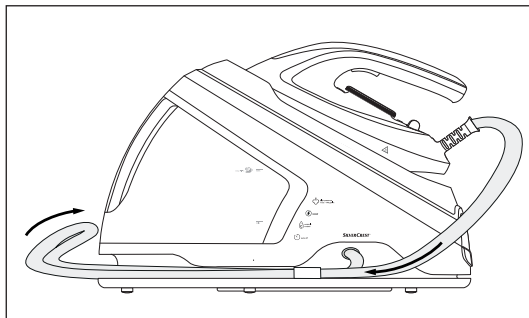
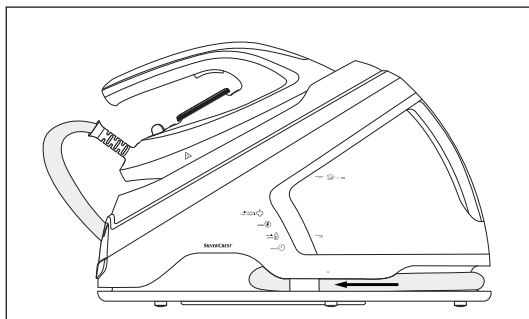

Fig. 15
Fig. 16
- ◆ Dobre a mangueira de ligação ⑤ ao meio e introduza-a na cavidade da estação base (ver fig. 15 e fig. 16).